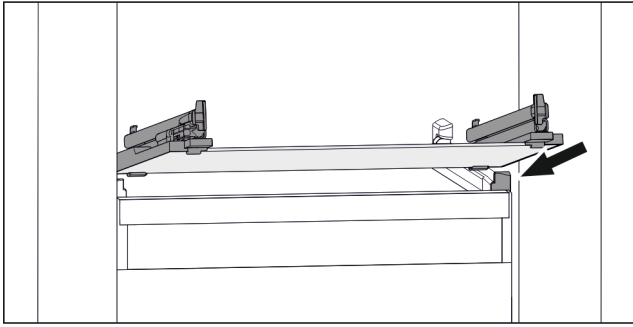

Fig. 107 Príklad zobrazenia sklenenej dosky
- ▶ Nasadíte sklenenú dosku šikmo za zarážkami. (pozri Fig. 107)